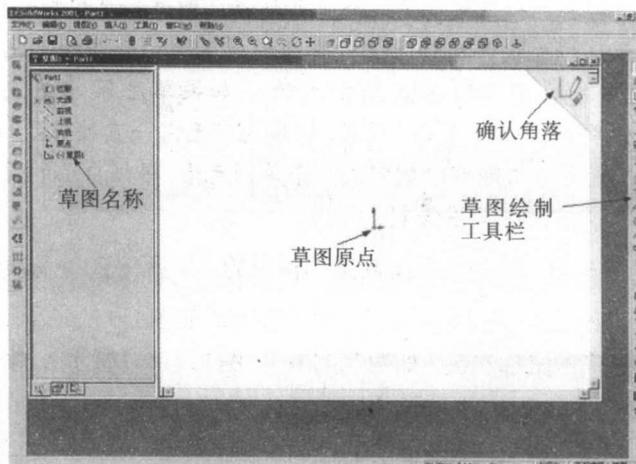

图1.8
- (1) 单击草图绘制工具栏的“草图绘制”，新建一草图，进入草图绘制环境，如图 1.8 所示。